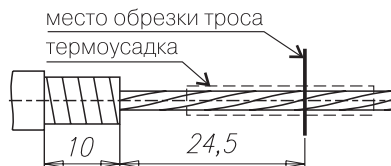

Рис. 4. Обрезка основного троса (1:1)
4. Согласно рис.4 разметьте место обрезки основного троса. ;